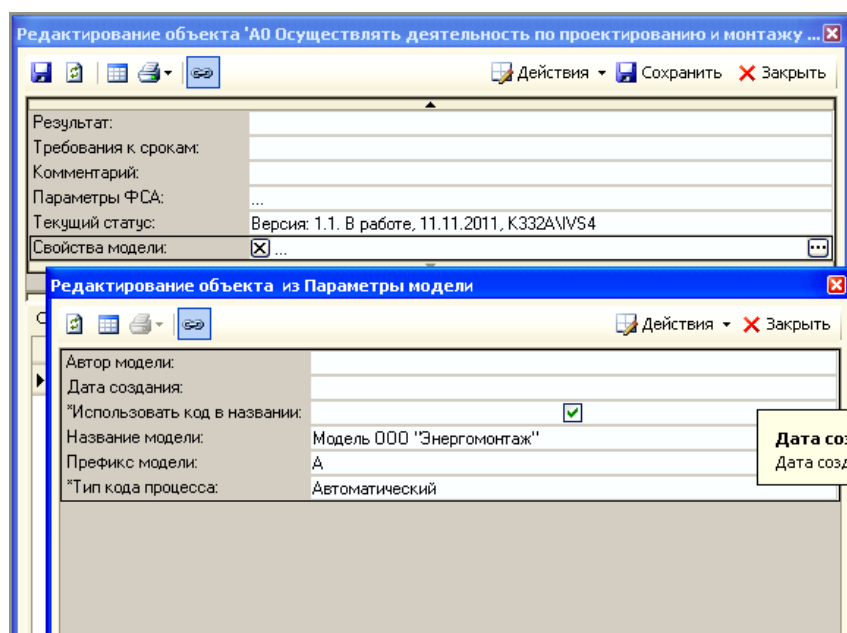

Рисунок 45 – Окно редактирования свойств параметра *Свойства модели*
7. Параметр *Свойства модели* имеет тип *Структура*. Параметр такого типа обычно содержит набор параметров, объединенных по какому-либо признаку. Свойства параметра с типом *Структура* можно просмотреть, щелкнув по кнопке  в строке параметра (рисунок 45).